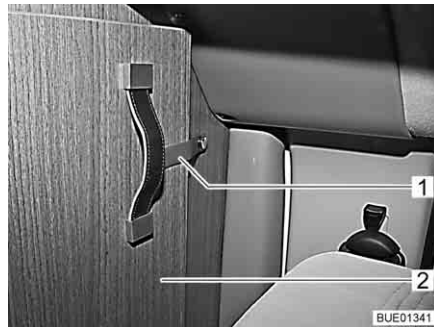

Fig. 55 Bande de sécurité
- Détacher la bande de sécurité (Fig. 55,1) de la partie rabattable de la séparation pour la cabine de conduite (Fig. 55,2).